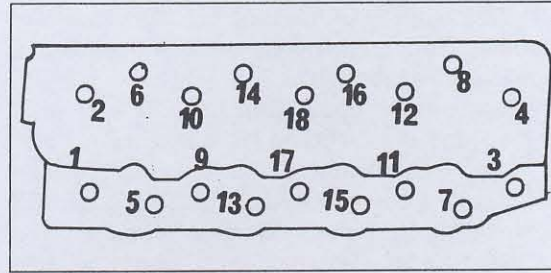

Bild 39
- Die Zylinderkopfschrauben in der in Bild 39